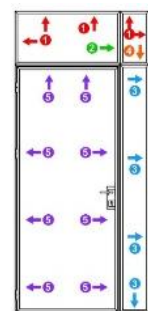

Abbildung 3.
8. Befestigen Sie die restlichen Schrauben in den werkseitig hergestellten Löchern (Abbildung 3). **Anmerkung:** Platzieren Sie Abstandshalter zwischen der Wand und dem Rahmen.